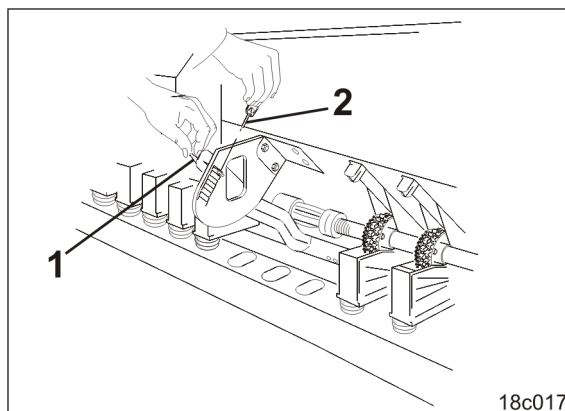

Fig. 144
1. Still gulvlukespaken (Fig. 144/1) i hullgruppen på tabellverdien (se side 64).
2. Sikre gulvlukespaken med en låsesplint (Fig. 144/2).